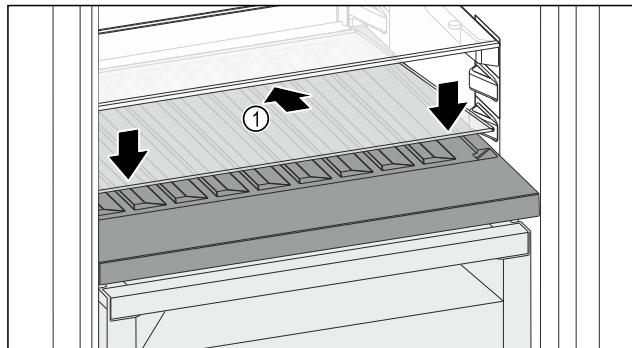

Fig. 115
- Postavite staklenu ploču Fig. 115 (1) ukoso, nagnutu straga prema dolje.
- Staklenu ploču Fig. 115 (1) podignite sprijeda.